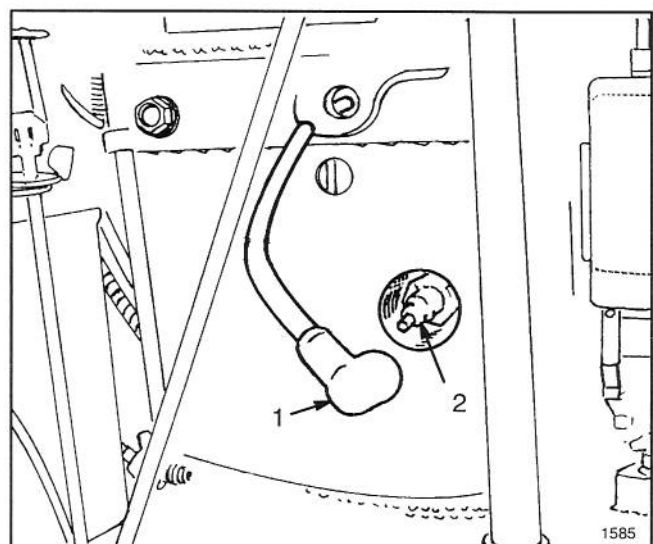

Abbildung 7
Um während der Wartungsarbeiten ungewollten Start des Motors zu vermeiden, den Motor abstellen, den Zündschlüssel vom Zündschalter entfernen und den Draht von der Zündkerze abziehen (Abb. 7). Darauf achten, daß der Draht die Zündkerze nicht zufällig berührt.
2. Den Motor abstellen und den Draht von der Zündkerze abziehen (Abb. 7).